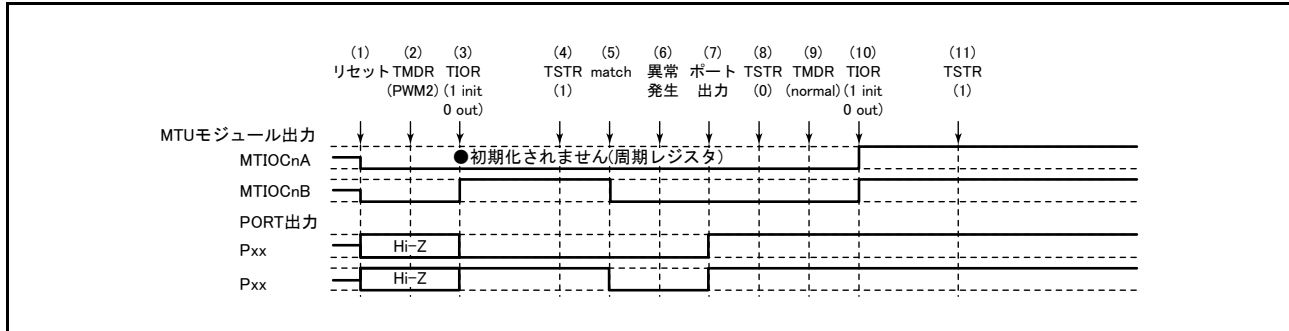

図 16.155 PWM モード 2 で異常が発生し、ノーマルモードで復帰する場合
PWM モード 2 で異常が発生し、再設定後ノーマルモードで再スタートする場合の説明図を図 16.155 に示します。
(1) ~ (8) は図 16.155 と共通です。
(9) PWM モード 1 を設定します。
(10) TIOR レジスタで端子を初期化してください (PWM モード 1 では MTIOCnB (MTIOCnD) 端子に波形が出力されません。出力すべきレベルがある場合は、I/O ポートのデータディレクションレジスタ (DDR)、データレジスタ (DR) で汎用出力ポートの設定をしてください)。
(11) TSTR レジスタで再スタートします。
(15) PWM モード 2 で動作中に異常が発生し、PWM モード 2 で再スタートする場合の動作
(9) PWM モード 2 で再スタートする場合には必要ありません。
(10) TIOR レジスタで端子を初期化してください (PWM モード 2 では周期レジスタの端子に波形が出力されません。出力すべきレベルがある場合は、I/O ポートのデータディレクションレジスタ (DDR)、データレジスタ (DR) で汎用出力ポートの設定をしてください)。
(16) PWM モード 2 で動作中に異常が発生し、位相計数モードで再スタートする場合の動作
- (1) ~ (8) は図 16.155 と共通です。
(9) 位相計数モードを設定します。
(10) TIOR レジスタで端子を初期化してください。
(11) TSTRA レジスタで再スタートします。
(17) 位相計数モードで動作中に異常が発生し、ノーマルモードで再スタートする場合の動作